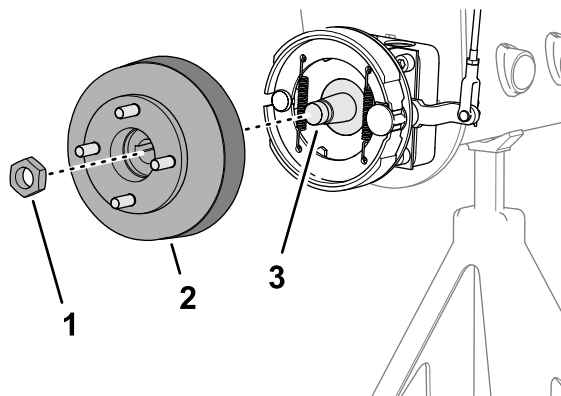
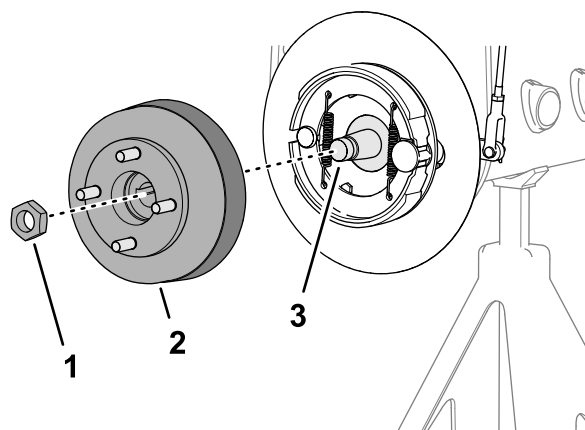

图 72
图 73
3. 将轮毂和制动鼓组装到车轮马达轴上图 72 或图 73。
4. 用锁紧螺母将轮毂固定到轴上图 72 或图 73 并用手拧紧。